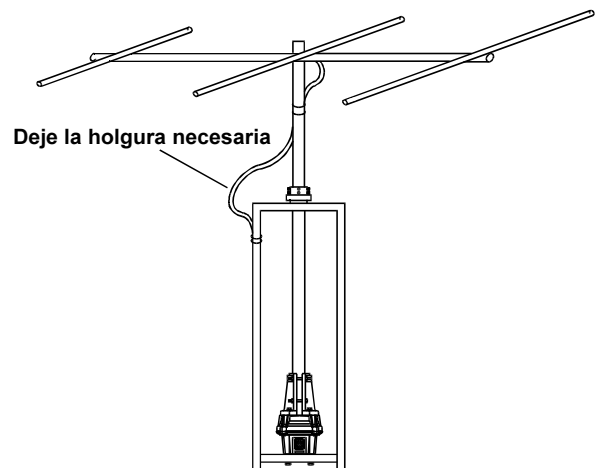

Figura 8
11. Deje suficiente holgura en el cable coaxial de modo que la antena pueda girar sobre toda su extensión de 450° sin ejercer tensión sobre esa línea (ver figura 8). Fije el cable coaxial en la torre con cinta aislante o si prefiere, con anillos para cable resistentes a la radiación ultravioleta.